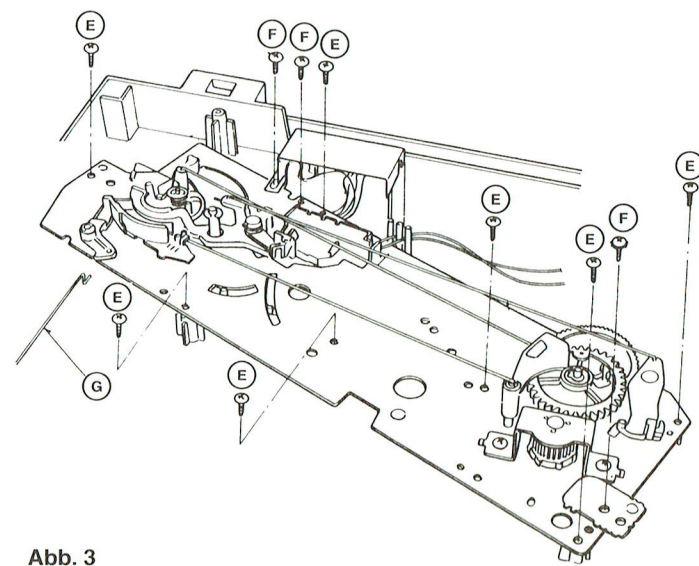

Abb. 3
3. Ausbau des Automatik-Mechanismus (Abb. 3 und 4)